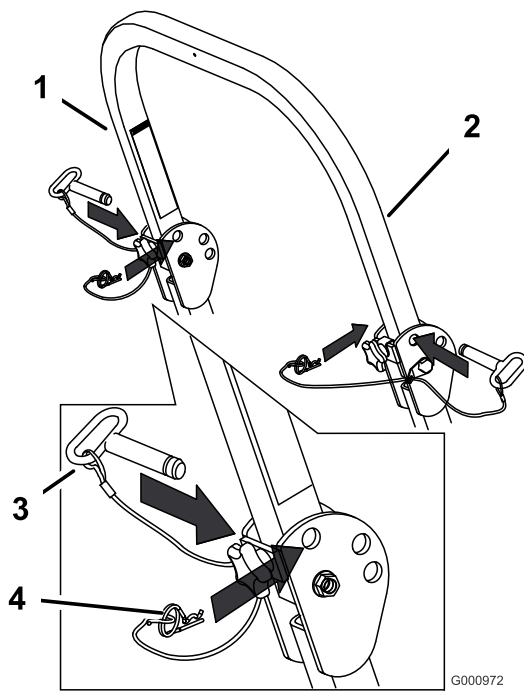

Bild 7
2. Entfernen Sie die Splints und die zwei Stifte (Bild 7).
4. Setzen Sie die zwei Stifte ein und befestigen Sie diese mit den zwei Splints (Bild 7).
5. Nehmen Sie zum Aufrichten des Überrollbügels die Splints ab und entfernen Sie die beiden Stifte (Bild 7).
6. Richten Sie den Überrollbügel ganz auf und setzen Sie die beiden Stifte ein. Befestigen Sie die Stifte mit den Splints (Bild 7).